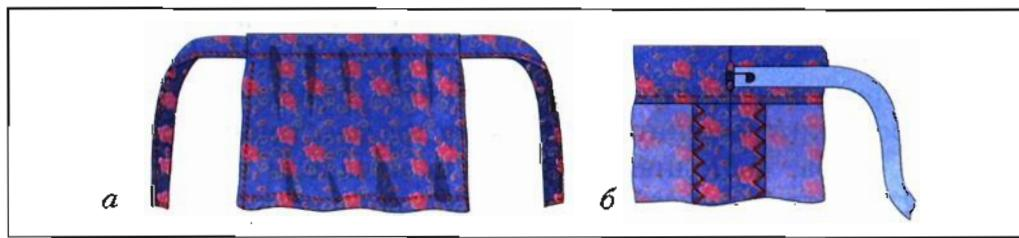

Рис. 54. Вкладывание резиновой тесьмы и пояса
Сборка фартука. Проденьте пояс-завязку в кулиску (см. рис. 54, а).
3. Проденьте резиновую тесьму в кулиску с помощью большой английской булавки (рис. 54, б).